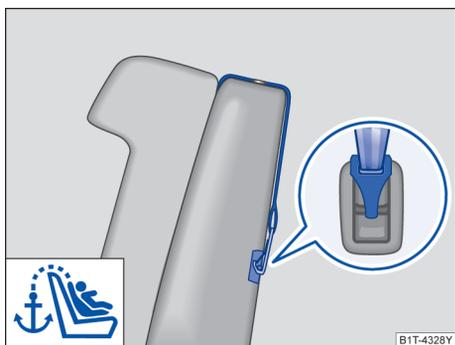

图 43 带顶部紧固绳的 ISOFIX 儿童座椅
- 将儿童座椅插到 ISOFIX 固定环上→图 43，直到听见儿童座椅的啮合声。
- 将顶部紧固绳固定到行李厢紧固环上→图 43。
- 带有 ISOFIX 装置和顶部紧固绳的儿童座椅上标有一个示意图→图 43。